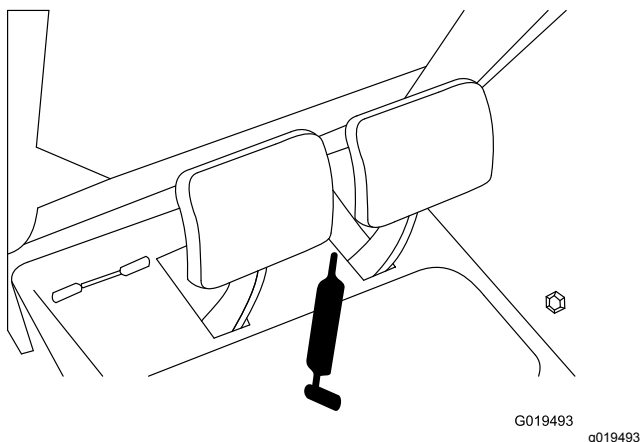

Рисунок 43
- Вал педали тормоза (1 шт.) (Рисунок 43)